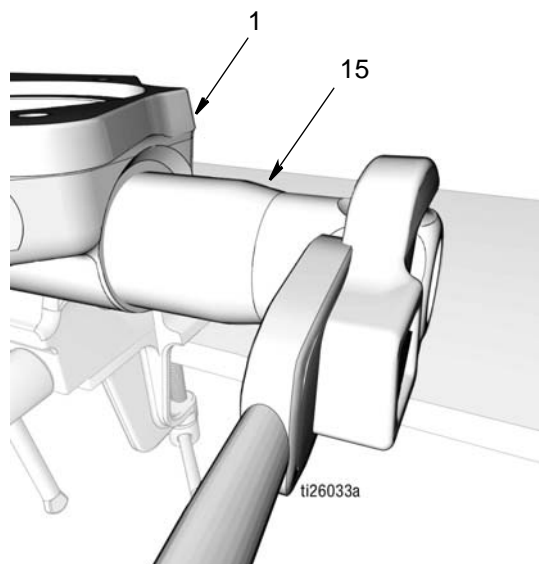

Рис. 45
- c. Вкрутите выпускной обратный клапан (15) в основание насоса (1) (Рис. 45). Надежно затяните. Затем затяните с усилием 50 - 55 футофунтов (67.8 - 74.5 Н•м).